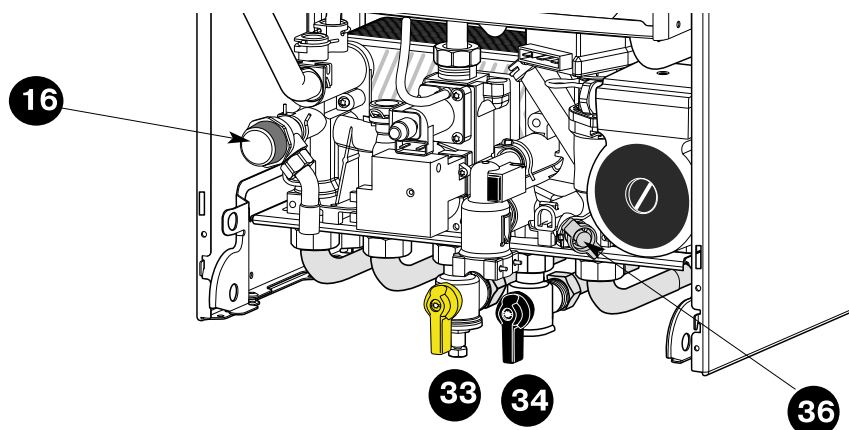

Рис. 20
### Краны и клапаны (рис. 20)
3. Откройте кран подачи газа 33 (дополнительно)(рис. 20).
- перекройте подачу газа, повернув кран 33 (рис. 20).